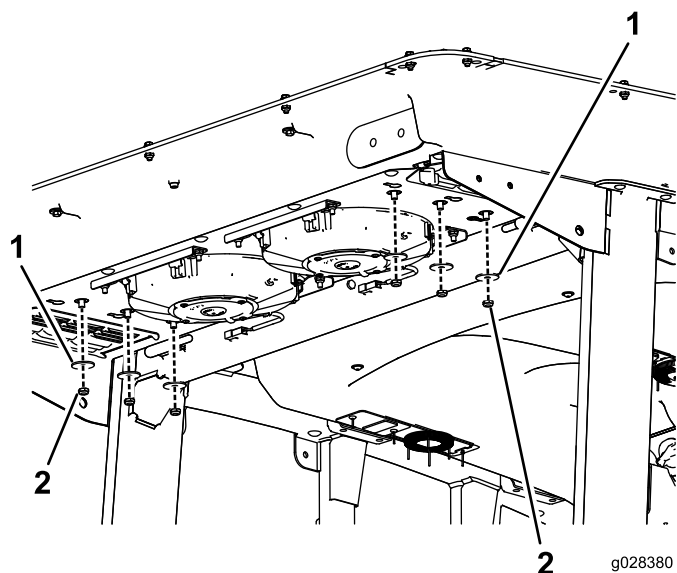

図 94
2. キャブ後部からナットとワッシャをれぞれ6個を外す 図 94。